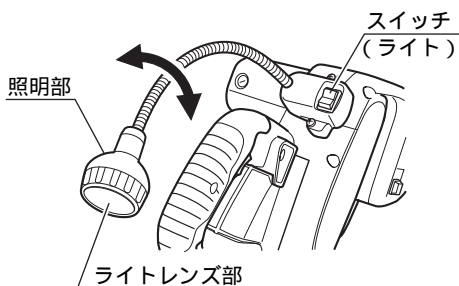

図51
- (1) 機体の電源プラグを電源コンセントにさし込みます。
- (2) ライトのスイッチは上方（ON側）に倒すと点灯し、下方（OFF側）に倒すと消灯します。（図51）
- (3) 照明位置を変えるには照明部を左右に動かします。